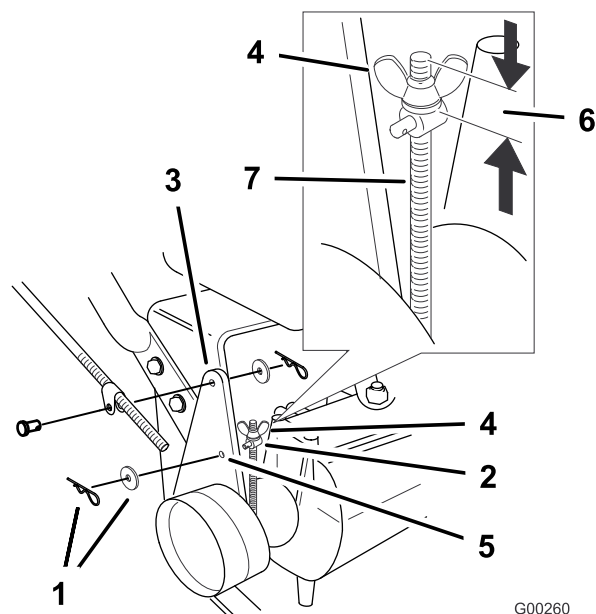

Bild 41
Hinweis: Stellen Sie die Flügelmutter anfänglich so ein, dass sie 32 mm von der Oberkante der Stange ist (Bild 41).
6. Entfernen Sie zum Einstellen der Bremse den Splint und die Scheibe vom Bremshebel und Drehzapfen (Bild 41).
9. Setzen Sie den Drehzapfen in das Loch F (Bild 41).
10. Befestigen Sie den Drehzapfen mit einer Scheibe und einem Splint am Bremshebel (Bild 41).